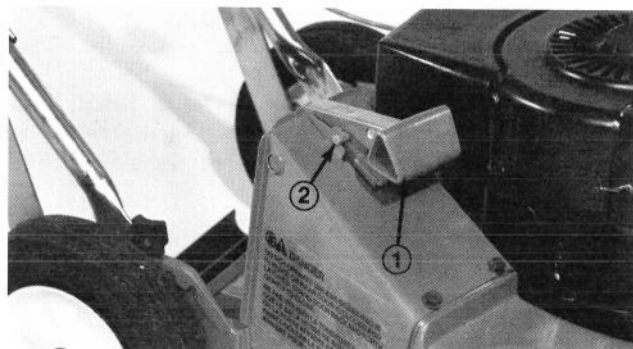

Figure 25
2. Poussez la poignée de porte d'éjection complètement vers l'avant et assurez-vous que la cheville du loquet de la poignée est engagée dans le crochet, ce qui indique que la porte est complètement fermée (Fig. 25).